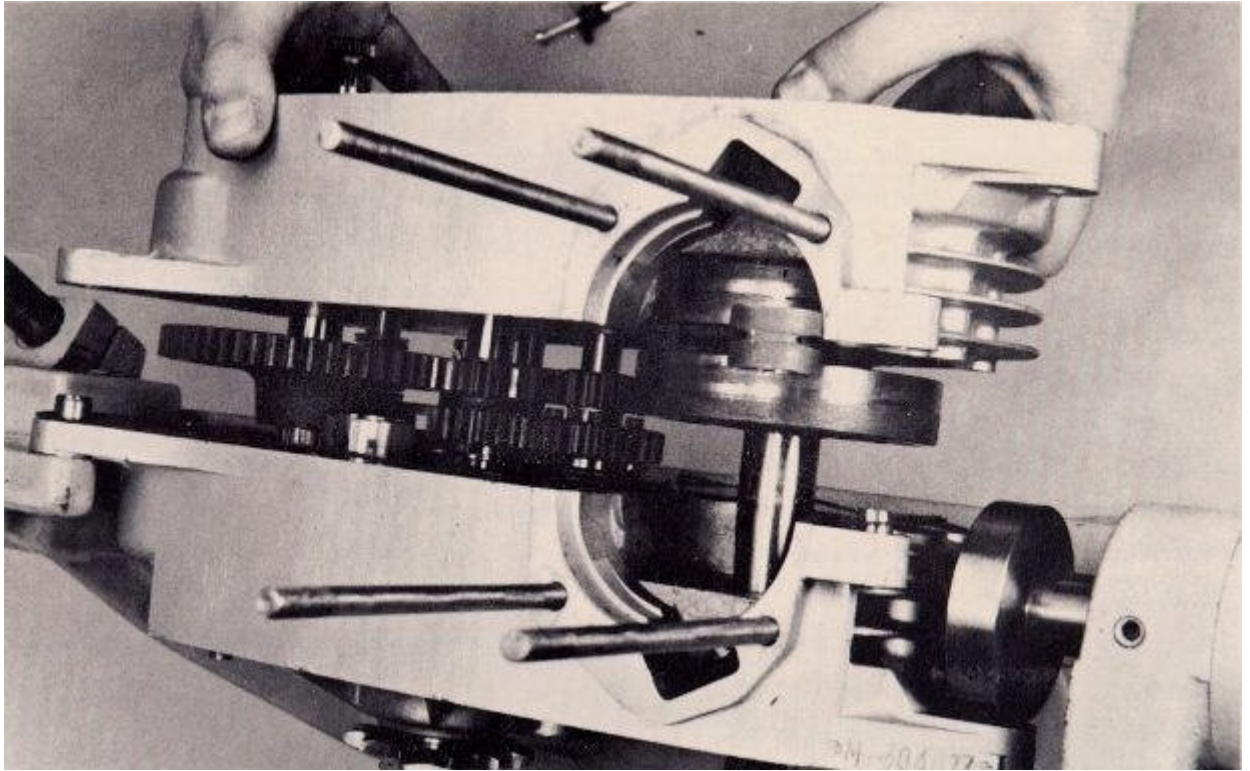

FIG. 92
9. Coloque el bloque motor izquierdo (que contiene el montaje del cigüeñal) sobre el caso de la derecha. Guía del extremo del cigüeñal en el rodamiento principal derecho y también la guía del extremo del eje del pedal de arranque en su agujero en la caja del motor izquierdo (fig. 92).